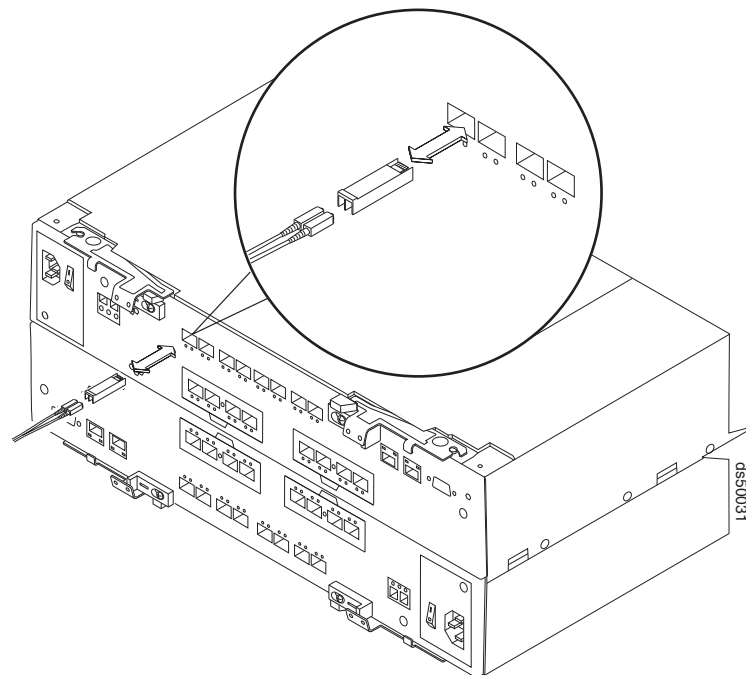

図 21. SFP または SFP+ モジュールの交換
4. 所定の位置でカチッという音がして確実に収まるまで、SFP または SFP+ モジュールをファイバー・チャンネル・ポートに挿入します。図 21 を参照してください。
注: コントローラー A 上のファイバー・チャンネル・ポートの配置は、コントローラー B のものとは逆です。SFP または SFP+ モジュールをポートに差し込む前に、RAID コントローラー上のポートの配置に一致するようにその SFP または SFP+ モジュールが正しく回転されているか確認してください。無理に差し込まないでください。コントローラー A のファイバー・チャンネル・ポートの場合、SFP または SFP+ は、露出したプリント回路を (図 21 に示されているとおりに) 上に向けて差し込んでください。コントローラー B のファイバー・チャンネル・ポートの場合、SFP または SFP+ は、露出したプリント回路を下に向けて差し込みます。